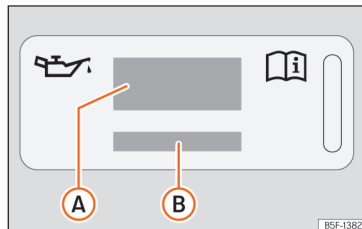
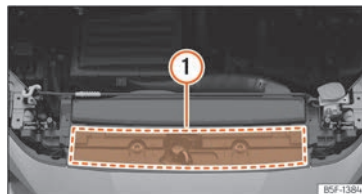

Abb. 177 Im Motorraum: Aufkleber mit Motoröl-Spezifikationen
Abb. 178 Im Motorraum: Position des Aufklebers mit Motoröl-Spezifikationen
Legende zur >>> **(Abb. 177):**
Wenn Motoröl nachgefüllt werden muss, verwenden Sie eines der auf dem Aufkleber angegebenen Motoröle >>> **(Abb. 177)**. Der Aufkleber mit der vorgeschriebenen Motoröl-Norm befindet sich im vorderen Bereich des Motorraums >>> **(Abb. 178)** (1). Bei Verwendung des empfohlenen Motoröls kann das Motoröl so oft wie erforderlich nachgefüllt werden.
- Wenn der Aufkleber mit den Motoröl-Spezifikationen >>> [Abb. 177] fehlt, wenden Sie sich an einen Fachbetrieb.